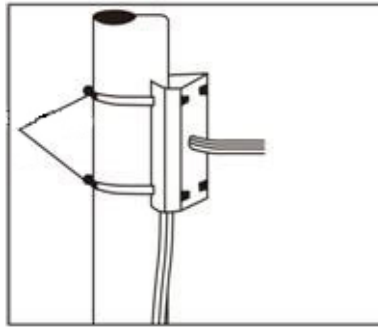

Fig. 9
a. Come mostrato in Fig. 9, utilizzare le fascette stringitubo per fissare sul palo l'accessorio di montaggio e i cavi.